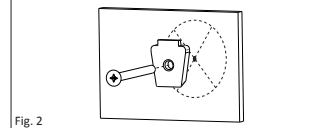

Fig. 2
- Attach Assist Bar mounting bracket to the wall with 1/4-inch x 2-1/2 Hex head lag screw. DO NOT COMPLETELY TIGHTEN. (see Figure 2).
8. Attachez le support de fixation de la barre d'assistance au mur avec le tire-fond à tête hexagonale 1/4 po x 2-1/2. NE SERREZ PAS COMPLÈTEMENT. (Fig. 2).
8. Fije la abrazadera de montaje de la Barra de Apoyo a la pared con el tirafondo de cabeza hexagonal 1/4 x 2-1/2. NO APRIETE POR COMPLETO. (Fig. 2).